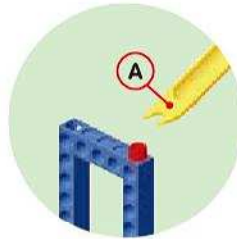

Fig.13
3. Utilise le connecteur de l'arbre pour extraire le grand pont moteur de la barre (fig.13).